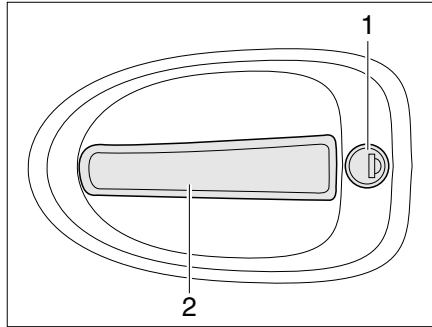

Fig. 48 Serrure de la porte chauffeur, à l'extérieur
- Insérer la clé dans le barillet (Fig. 48,1) et la tourner jusqu'à ce que la serrure de la porte soit déverrouillée.
- Tirer sur la poignée de la porte (Fig. 48,2). La porte est ouverte.
- Insérer la clé dans le barillet (Fig. 48,1) et la tourner jusqu'à ce que la serrure de la porte soit verrouillée.